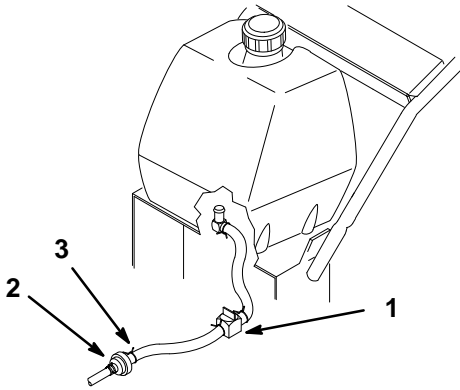

Figure 42
2. Fermer le robinet d'essence sur la conduite d'alimentation (Fig. 42).
3. Pincer les extrémités du collier et le faire glisser sur la conduite pour l'éloigner du filtre à essence (Fig. 42).
4. Tirer sur la conduite pour la détacher du filtre à essence (Fig. 42). Ouvrir le robinet et laisser l'essence s'écouler dans un bidon d'essence ou un autre récipient.
6. Ouvrir le robinet d'essence sous le réservoir (Fig. 42).
2. Fermer le robinet d'essence (Fig. 42).